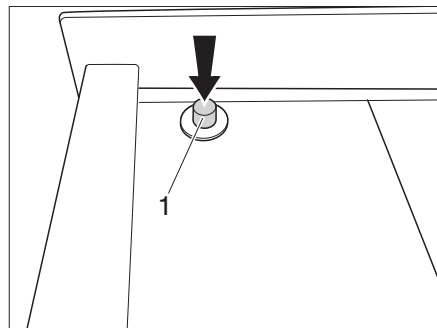

Fig. 5 Chiusura centralizzata - bloccaggio
► Premere il pulsante (Fig. 5,1).